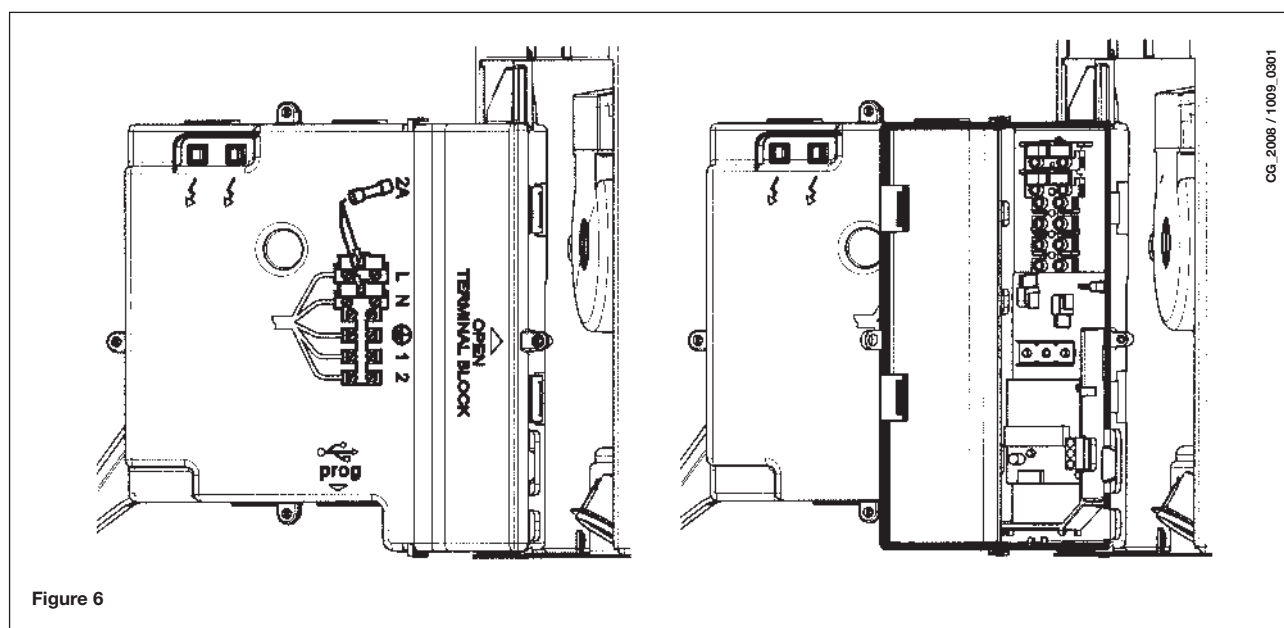

Figure 6
- enlever le couvercle pour accéder aux branchements électriques (figure 6).
- accéder à l'alimentation électrique du bornier d'alimentation (figure 6) ;
- enlever le pontage entre les bornes (1) et (2) ;